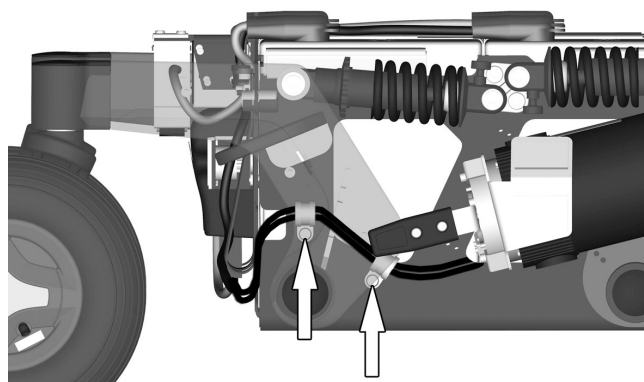

Abbildung 57. Die beiden Leitungshalter demontieren.
5. Die beiden Leitungshalter demontieren. Siehe Abbildung. 57.